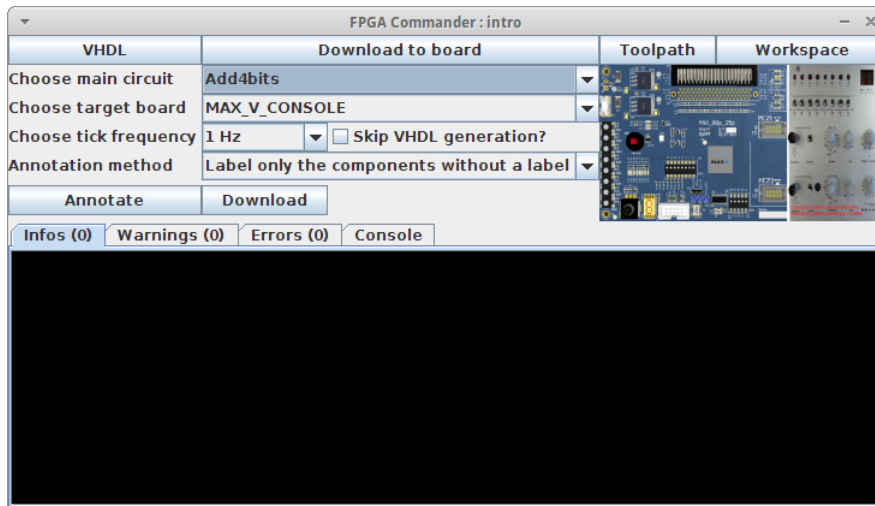

FIGURE 10. FPGA Commander
2. On peut ensuite ouvrir l'interface de programmation via `FPGAMenu -> FPGA Commander` comme sur la Figure 10.